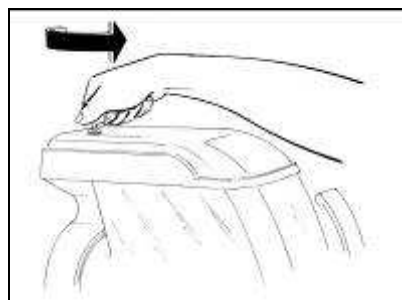

Fig. 10
- Dopo aver rimosso il fermo attraverso l'apposita chiave (fig.10), rimuovere prima il coperchio di sicurezza, poi il sottocoperchio come mostrato in figura 11.